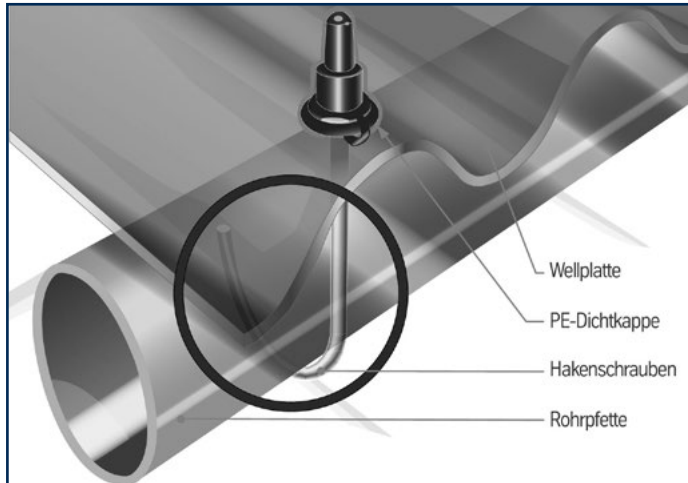

Abb. 8a: Befestigung von Wellplatten PLEXIGLAS® WP mit Hakenschraube und PE-Dichtkappe
- die Schraube von der Bohrungskante distanzieren (Abb. 8a + 8b).